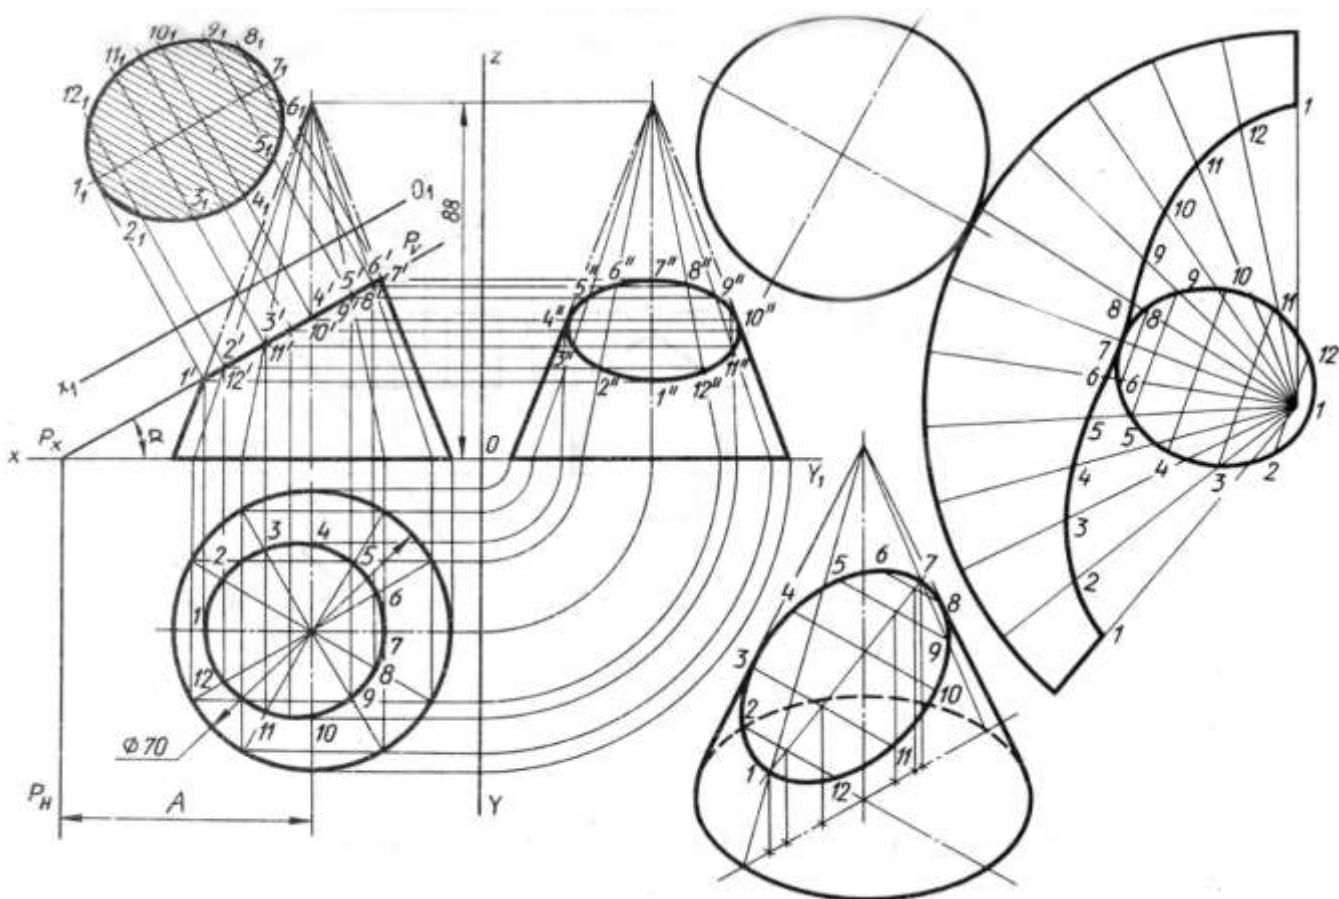

Рисунок 27 - Комплексный чертёж «Сечение конуса плоскостью»
2. Выполнить комплексный чертеж усеченного геометрического тела, пример см. рис. 27;
2. Выполнить комплексный чертёж пересечения тела вращения с многогранником способом секущих плоскостей, пример оформления чертежа см. рис.27;